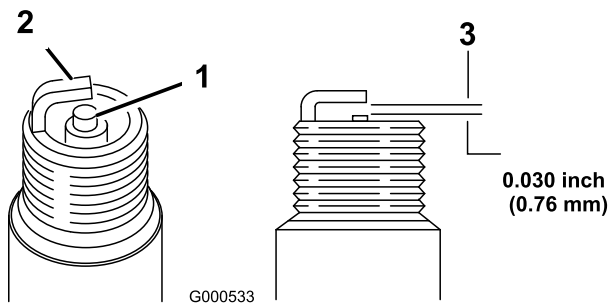

Figura 29
5. Fije el hueco entre los electrodos en 0,76 mm (0,030 pulg.) (Figura 29).